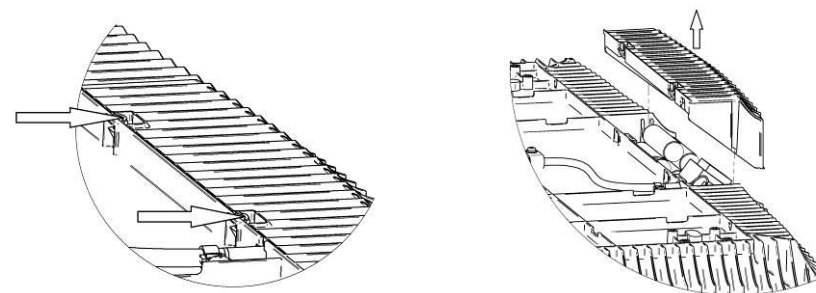

Рисунок 2 Снятие декоративной крышки драйверного отсека
5.3 Для снятия декоративной крышки драйверного отсека необходимо нажав на фиксаторы потянуть крышку вверх (см. рис. 2).